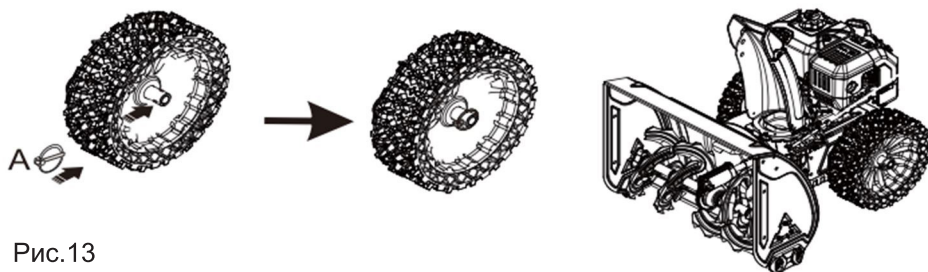

Рис.13
При установке, наденьте каждое колесо на ось, чтобы оно встало, как можно ближе в корпус. В отверстие на валу вставьте шплинт и разверните кольцо, которое будет фиксировать шплинт и колесо на валу (Рис. 13). Если колесо необходимо снять, используйте рекомендации, описанные выше, в обратном порядке.
Рис. 13а
Перед установкой опорных полозьев установите на машину колеса. Для установки полозьев в нижней части кожуха есть по два отверстия с каждой стороны. Четырьмя комплектами болтов M8x20 (C) и гаек M8 (A) зафиксируйте положение опорных полозьев (Рис. 13).